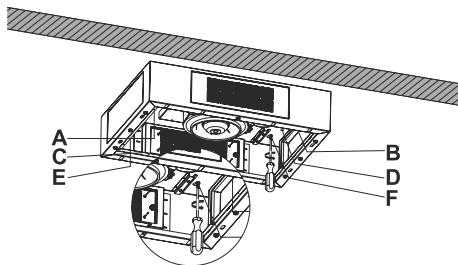

Abb. 8
- 4.** Drehen Sie die Schrauben der Punkte A,B und E,F fest (Abb. 8).
Fixieren Sie die Motorbox an den Punkten C und D mit den 5,5x60 Schrauben (Abb. 8).